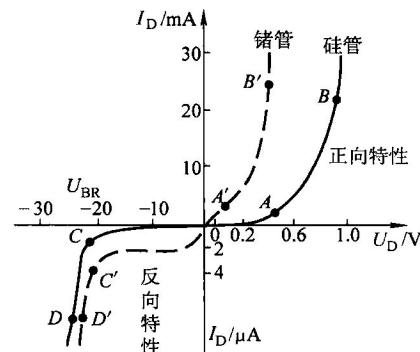

图 1-5 二极管的伏安特性曲线
(3) 二极管的特性曲线 加在二极管两端的电压与通过二极管的电流之间的关系曲线，称为二极管的伏安特性曲线。如图 1-5 所示，第一象限描述的是二极管的正向特性，第三象限描述的是二极管的反向特性。正向特性分为死区(原点至 A 或 A')和正向导通区(A 或 A'至 B 或 B')；反向特性分为反向截止区(原点至 C 或 C')和反向击穿区(C 或 C'至 D 或 D')。